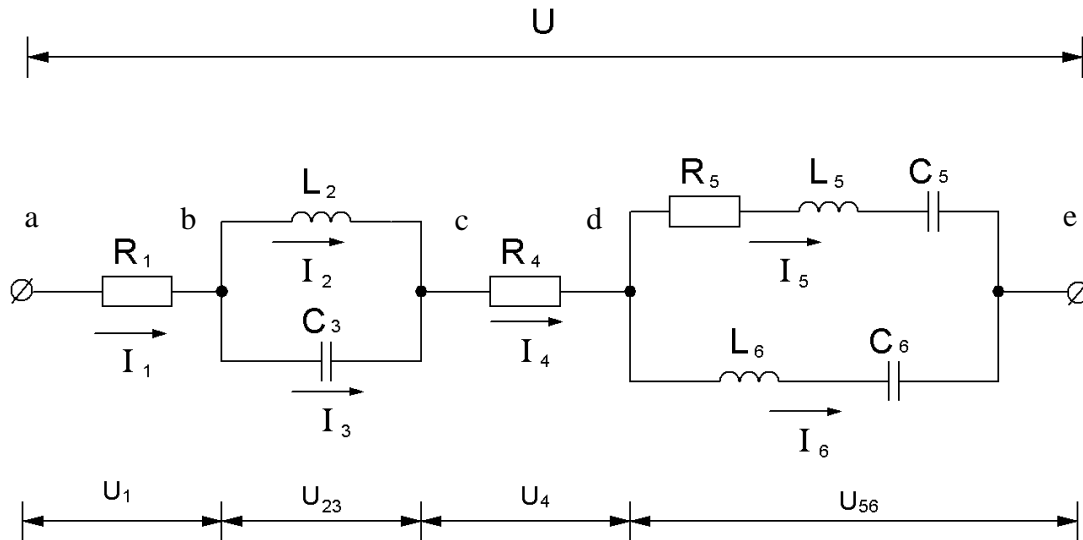

Рис. 6. Расчётная схема
1.1. По номеру варианта работы, заданной преподавателем, определить схему и параметры электрической цепи (рис. 6).